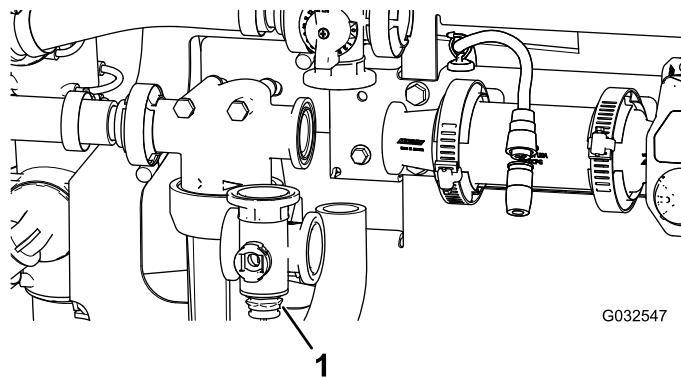

Bild 107
2. Nehmen Sie den Rührwerkventil-Verteiler von der Maschine ab (Bild 107).